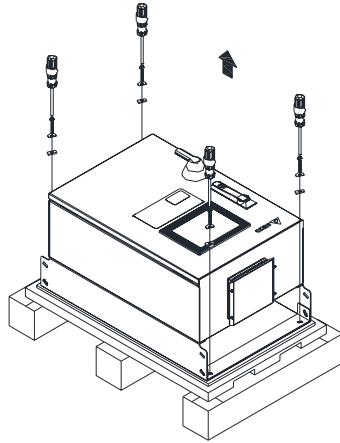

图 1-1
- 3) 拆下固定在底座的 M5 螺丝*4 个 /金属华司*4 个 /塑料华司*4 个(如下图 1-1)